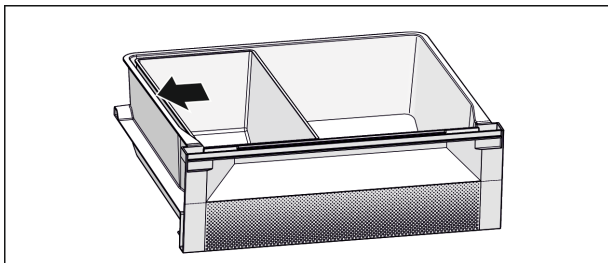

Fig. 6
- ▶ Posicionar la bandeja para pescado y marisco. Con la posición mostrada obtendrá una función de refrigeración óptima (consulte Fig. 6).